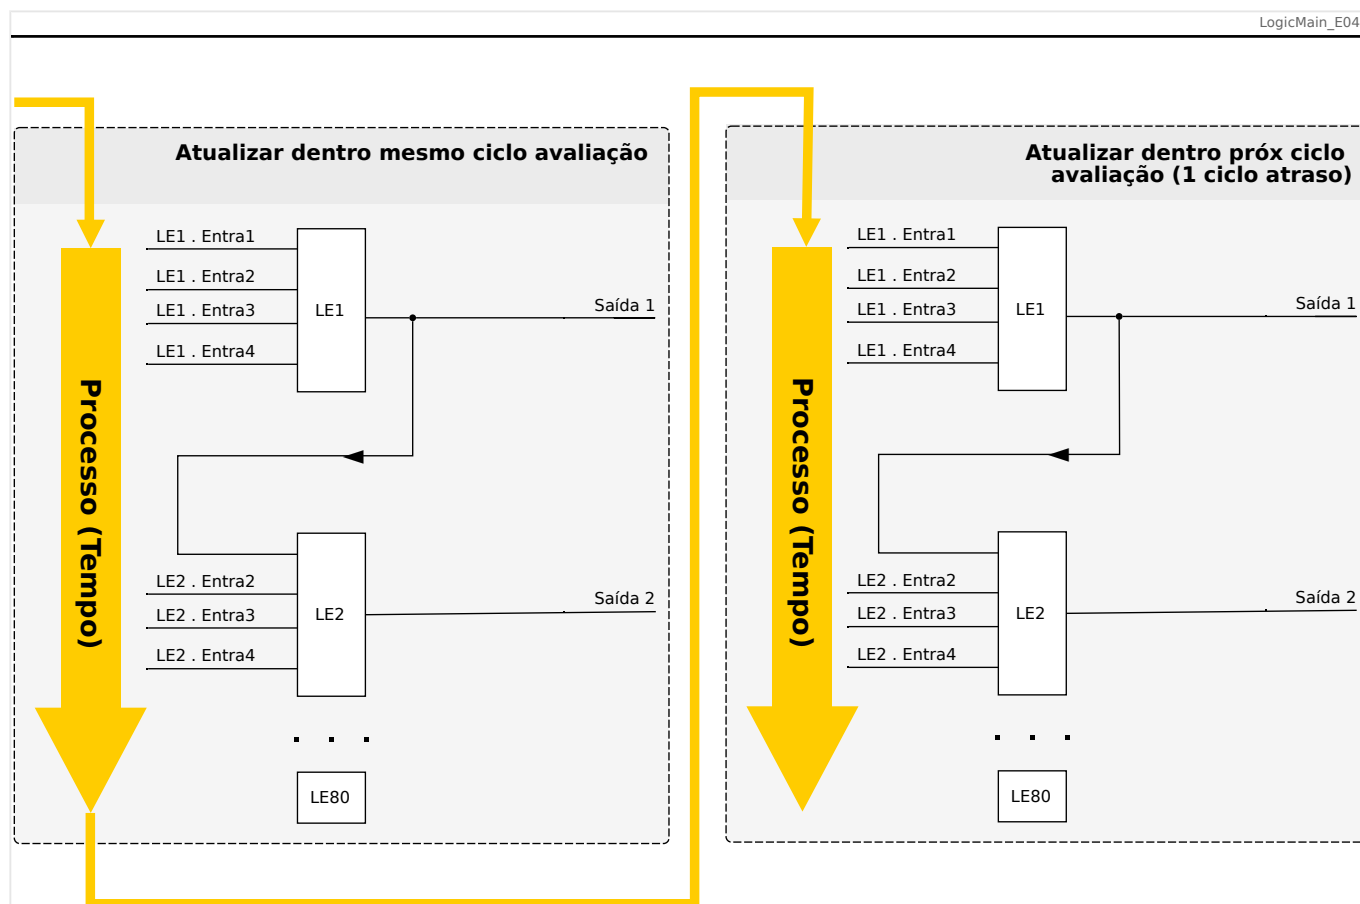
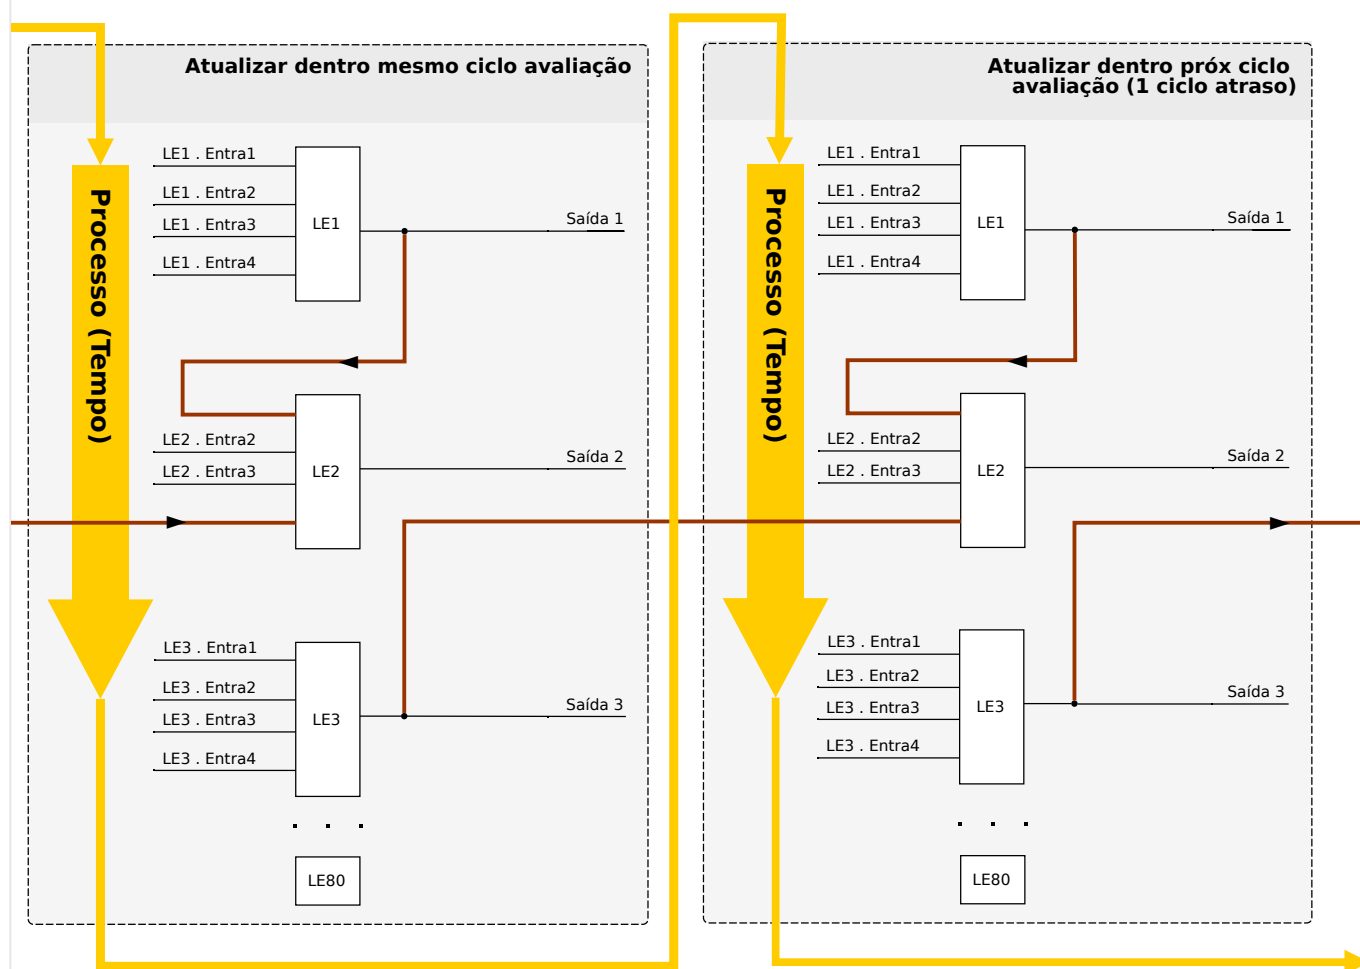

Fig. 83: Em cascata crescente.
Fig. 84: Em cascata decrescente.
- Sequência **ascendente** significa que alguma saída é alimentada na entrada de uma equação lógica com o número **mais alto**. Por exemplo, o diagrama  Fig. 83 abaixo mostra um exemplo em que o resultado da Equação Lógica LE1 é usado como uma entrada da Equação Lógica LE2.
- Sequência **descendente** significa que alguma saída é alimentada na entrada de uma equação lógica com o número **mais baixo**. Por exemplo, o diagrama  Fig. 84 mostra um exemplo em que o resultado da Equação Lógica LE3 é usado como uma entrada da Equação Lógica LE2.
Tanto a sequência ascendente como a descendente podem ser usadas e combinadas entre si, sem diferença imediata. Contudo, devido à avaliação de todas as equações em ordem ascendente, os valores de tempo de execução reais que são alimentados na entrada de uma equação terão uma “idade” diferente, como mostrado em  Fig. 83 e  Fig. 84 abaixo.
No exemplo mostrado em  Fig. 84 acima, a “Equação Lógica 2” usa os estados de saída de duas outras equações, “Equação Lógica 1” e “Equação Lógica 3”. O resultado da “Equação Lógica 1” é usado em ordem ascendente e, portanto, foi avaliado dentro do mesmo ciclo do processo. O resultado da “Equação Lógica 3” é usado em ordem descendente e, portanto, foi avaliado dentro do ciclo de processo anterior.